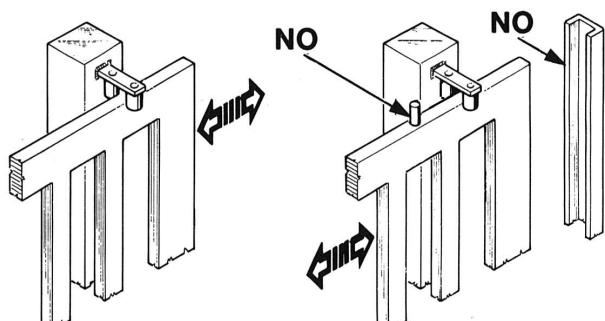

FIG. 3
Las columnas de la verja tienen que llevar en su parte superior unas guías anti-descarrilamiento (Fig. 3) para evitar desenganches involuntarios.
N.B.: Eliminar los topes mecánicos del tipo descrito en el Fig.3.